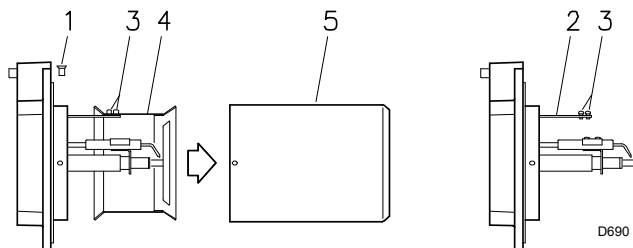

Abb. 12
- die Schrauben 1)(Abb. 12) lösen und das Flammrohr 5) ausbauen;